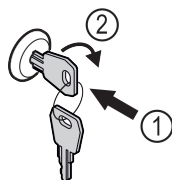

Fig. 103
- ▶ Klíč zasuňte dovnitř Fig. 103 (1).
- ▶ Otáčejte klíčem o 90° ve směru hodinových ručiček Fig. 103 (2).